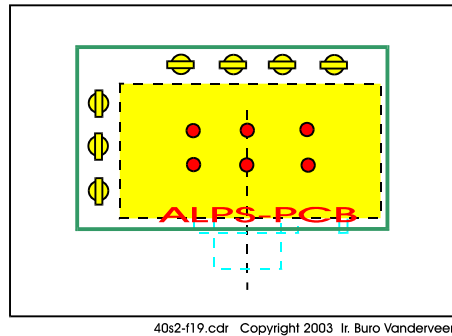

Figuur 18
2. Neem drie blanke stukjes draad van ongeveer 2 cm, steek die door de gaatjes in de print om de aangegeven draadbruggen naar de keuzeschakelaar te realiseren en soldeer de draden vast en knip ze af. (zie figuur 18)